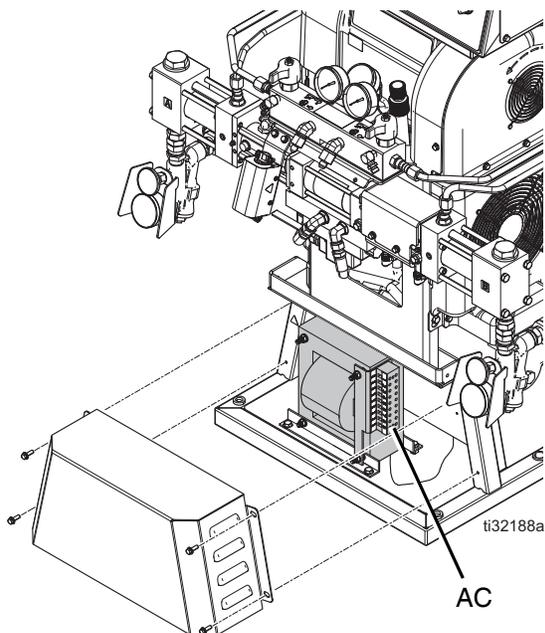

FIG. 13 : Cache de protection du flexible
2. Enlever le couvercle du transformateur. Voir la FIG. 13.
4. Remettre le couvercle du transformateur. Voir la FIG. 13.